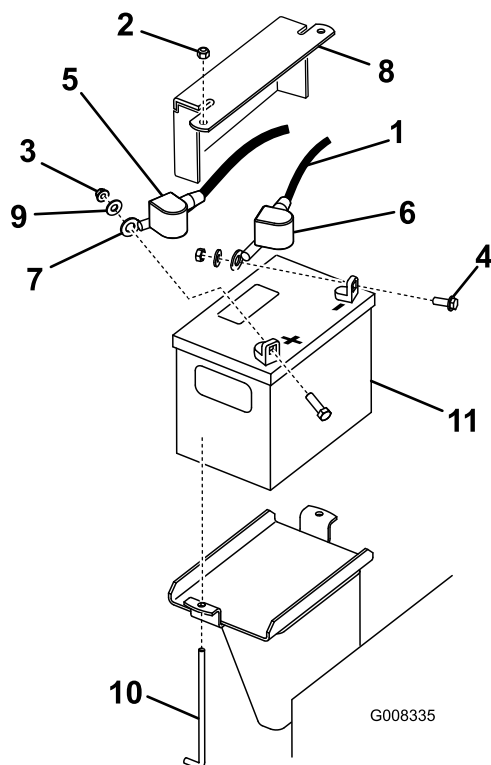

Figure 40
3. Enlevez le capuchon en caoutchouc noir qui protège le câble négatif. Débranchez le câble négatif de la batterie de la borne négative (-) de la batterie (Figure 40).
- Enlevez le capuchon rouge de la borne positive (rouge) de la batterie. Débranchez ensuite le câble positif (rouge) de la batterie (Figure 40).
- Retirez la plaque de maintien, les boulons en J et les contre-écrous de fixation de la batterie (Figure 40). Retirez la batterie.
1. En vous servant des fixations retirées précédemment, branchez le câble positif (rouge) de la batterie à la borne positive (+) (Figure 40).
3. En vous servant des fixations retirées précédemment, branchez le câble négatif (noir) à la borne négative (-) de la batterie (Figure 40).
4. Fixez la batterie à l'aide de la barre et des écrous à oreilles (Figure 40).